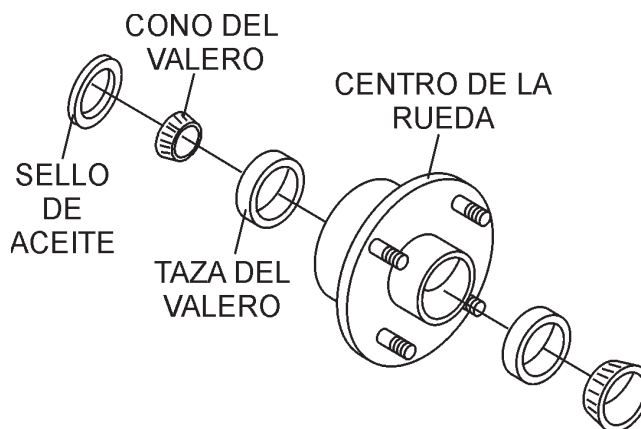

Figura 29. Valeros y centro de la rueda
1. Después de cada 3 meses de operación, retire el tapa protectora contra el polvo del centro e inspeccione los valeros (Figura 29). Una vez al año, ó cuando sea necesario, desensamble los centros de las ruedas removiendo la grasa antigua y reempaque los valeros forzando la grasa entre los rodillos, el cono y la caja con un buen grado de grasa de alta velocidad para valeros (**nunca** use grasa más pesada que 265 A.S.T.M. de penetración ("No.2.")
2. Llene el centro de la rueda (Figura 29) con grasa hacia el interior del diámetro de los canales exteriores y también llene de grasa la tapa que cubre el centro. Vuelva a ensamblar el centro y la montura de la llanta. Posteriormente ajuste la tuerca, al mismo tiempo que gira la rueda en ambas direcciones, hasta que las superficies de todos los valeros entren en contacto.